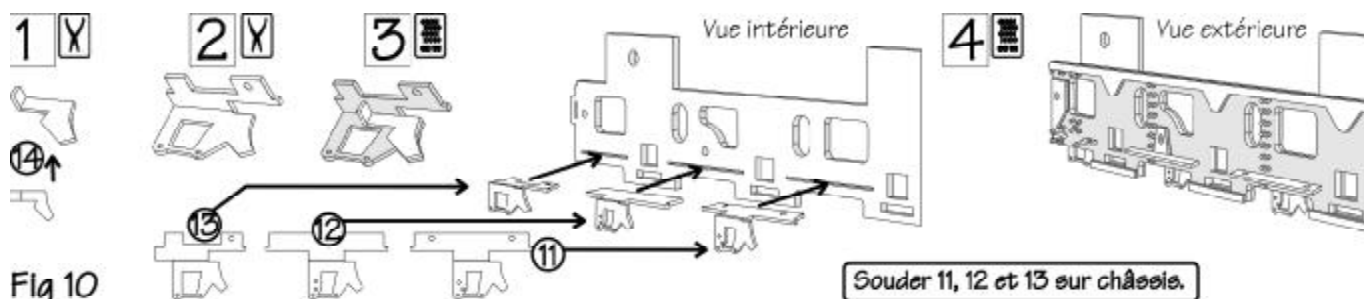

Fig 10
5.1 : Détacher les pièces 11 à 14, séparer les droites des gauches. Plier les renfort 14 et soudez-les à l'intérieur des sabots 11 à 13. Positionner les ensembles par l'intérieur dans la châssis puis soudez-les. Fig 10.